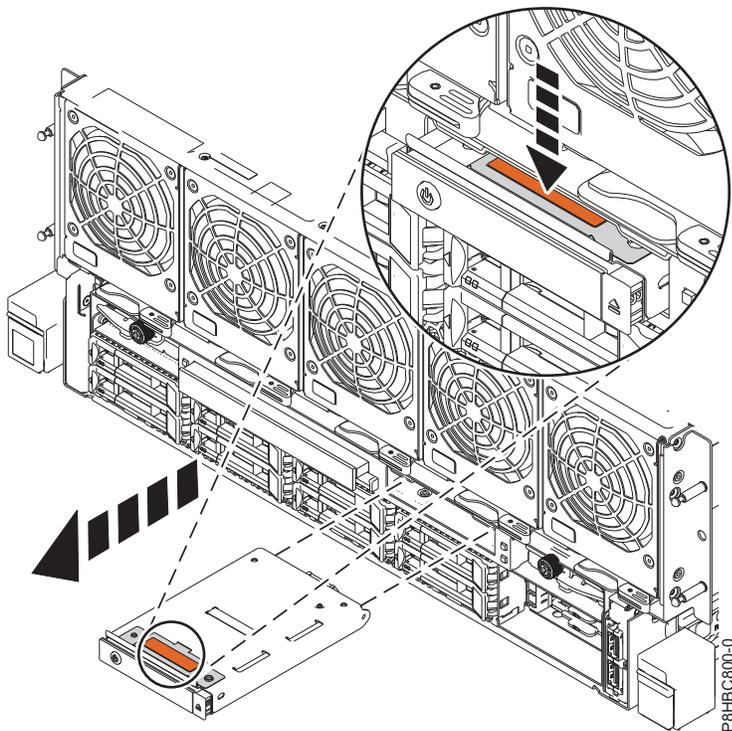

Figura 3. Removendo um painel de controle
- a. Pressione a guia de terracota e, em seguida, deslize o painel de controle para fora do slot. Consulte Figura 3.